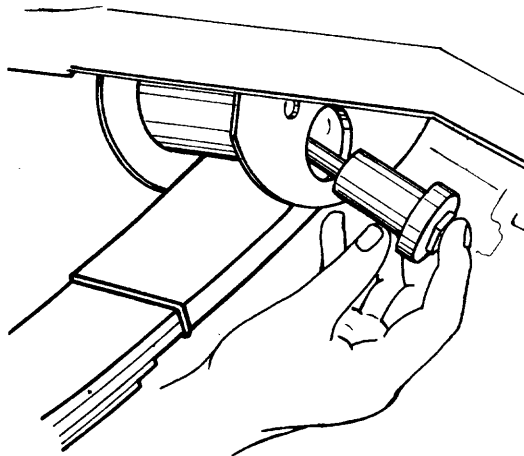

Fig. 1
- a Coloque el paquete de resortes en su soporte delantero con su pasador (fig. 1).